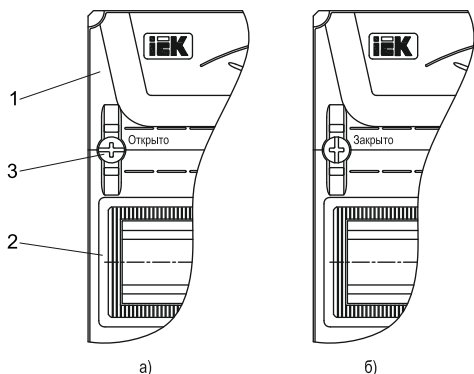

Рисунок 2 – Оперативная панель
4.4 Оперативная панель выполнена сборной, состоящей из торцевых (1) и линейных (2) модулей и крепёжных клипс (3) (рисунок 2). На линейных модулях имеются окна для выхода модульной электроаппаратуры, в нижнее окно установлена заглушка (только для корпусов с двумя и более окнами).
6.1 Открыть дверь корпуса и посредством отвёртки повернуть крепёжные клипсы на оперативной панели на угол 90° (штиц на головке клипсы должен встать параллельно Т-образной направляющей ТН35-7,5 (ГОСТ IEC 60715), при этом панель отщёлкнется со стоек, и её можно будет снять (рисунок 2а). Торцевым гаечным ключом на 10 мм открутить гайки и демонтировать из оболочки монтажную раму.
6.5 Установить оперативную панель. Для этого повернуть крепёжные клипсы таким образом, чтобы штиц на головке встал перпендикулярно Т-образной направляющей ТН35-7,5 (ГОСТ IEC 60715), и надавить на них, при этом панель защёлкнется в стойке (рисунок 2б). Не использованные под электроаппараты окна на оперативной панели закрыть заглушками.